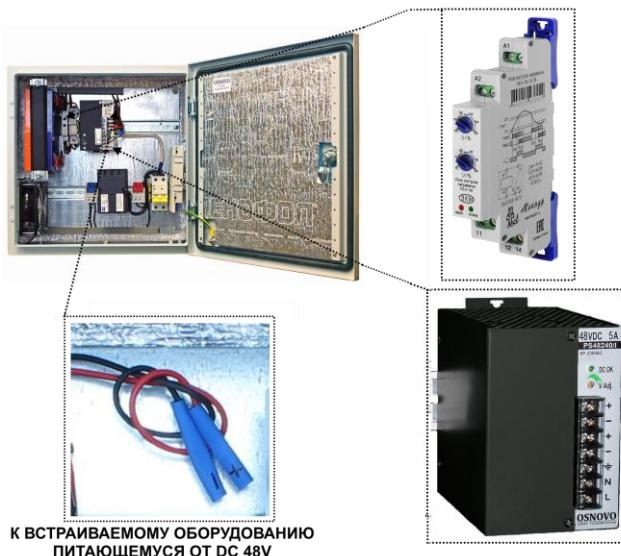

Рис.6 Точка подключения оборудования к 48V для моделей уличных станций с установленным БП и резервным питанием на примере модели OS-44VB1
Точной подключения встраиваемого оборудования, питающегося от DC 48V (коммутатора и тд) является плюсовой выход (14) с реле контроля напряжения и минусовой выход (V-) с блока питания. Данная точка 48V постоянного тока уже выведена отдельными проводами с маркировкой «+» и «-» и готова к подключению (рис.6)